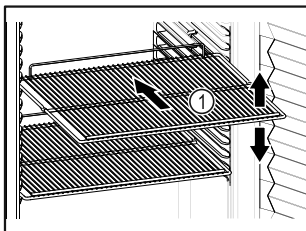

Fig. 20 Ilustrační zobrazení
- Pokud jsou odstavné rošty Fig. 20 (1) přemístitelné, přizpůsobte je vždy na danou výšku.